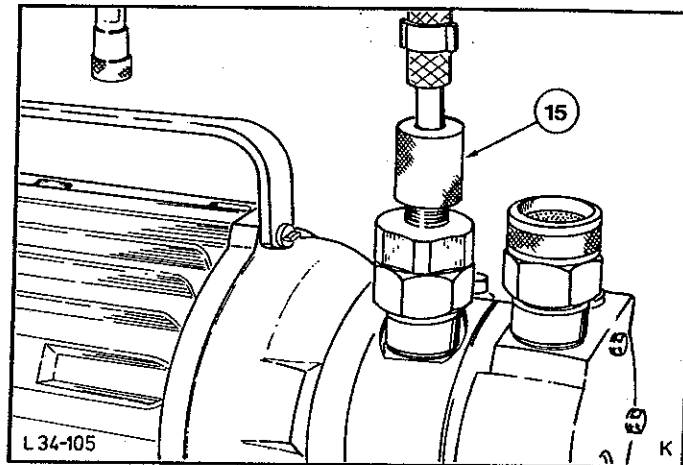

Abb.18 Schnellverschraubung am Ansaugstutzen (15)
5. Evakuierventil (13) und Torrmeter-Absperrventil (14) öffnen, Vakuumpumpe einschalten (Schalter 16).
Bei einer Umgebungstemperatur unter 0° C vor dem Einschalten Schnellverschraubung (15), Abb.18, am Ansaugstutzen abschrauben, damit die Pumpe warmlaufen kann, ohne Vakuum zu ziehen.